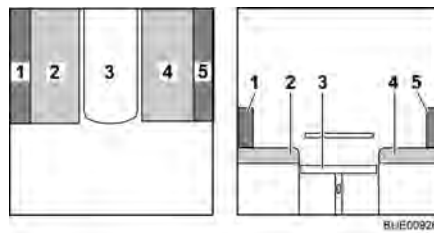

Fig. 78 Pendant la transformation
- Enlever le coussin de dossier (Fig. 78,5) et le placer de côté.
- Tirer le coussin d'assise (Fig. 78,2) vers le centre.